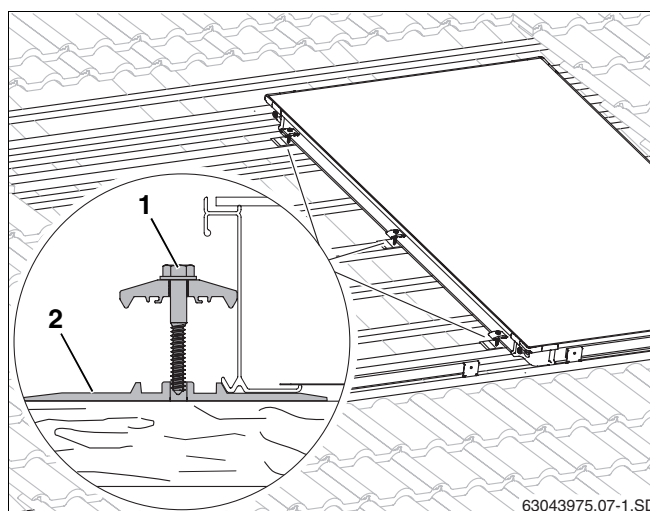

Рис. 24 Двухсторонний прижим на первом коллекторе
- Слегка приподнять коллектор и сдвинуть под него подкладные пластины (рис. 24, **поз. 2**) с двухсторонним прижимом на 2-ой и 3-ей дополнительной рейке, а также в середине коллектора на имеющейся рейке так, чтобы выступ уперся в край коллектора.
- Для винта (рис. 24, **поз. 1**) нужно заранее просверлить отверстие сверлом 4 мм. Для разметки используйте насечки на подкладных пластинах.